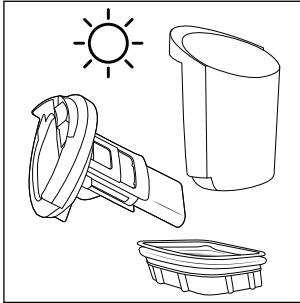

Fig. 27
- ♦ Deje que el filtro **10**, el depósito de agua sucia **2** y la tapa del depósito de agua sucia **9** se sequen completamente (consulte la fig. 27).